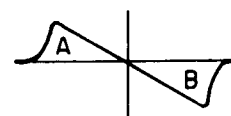

Fig. 12
**Note 6:** Generate the S-curve and adjust so that the A and B are symmetrical and linear as shown in Fig. 12.
**Remarque 6:** Générez la courbe en S de sorte que les A et B soient symétriques et linéaires comme indiqué en figure 12.